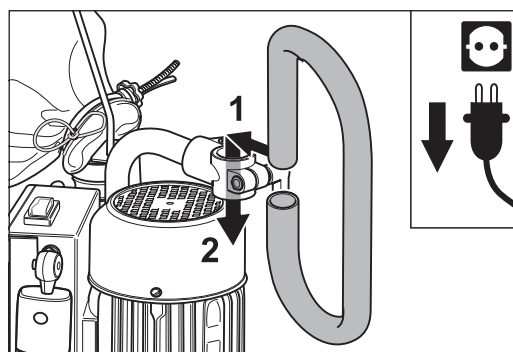

Abb. 19 Den Haltebügel direkt an den Rohrbogen montieren.
- 2 Montieren Sie den Haltebügel direkt an den Rohrbogen (Abb. 19). Ziehen Sie den Klemmhebel wieder an.